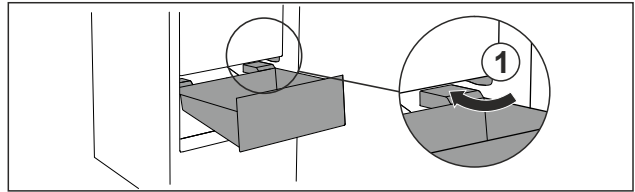

Fig. 87
- ▶ Прокарайте чекмеджето под ъгъл около ограничителите Fig. 87 (1).